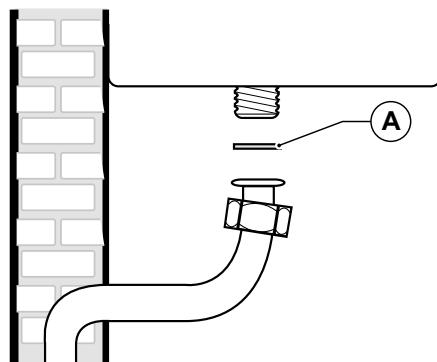

Рис. 8 Підключення газу
Підключення котла до лінії підводу газу слід ОБОВ'ЯЗКОВО здійснювати накидною гайкою із застосуванням в стиковій площині ущільнювальної прокладки (A) відповідного діаметру і з придатного для цієї мети матеріалу (див. Рис. 8 Підключення газу).